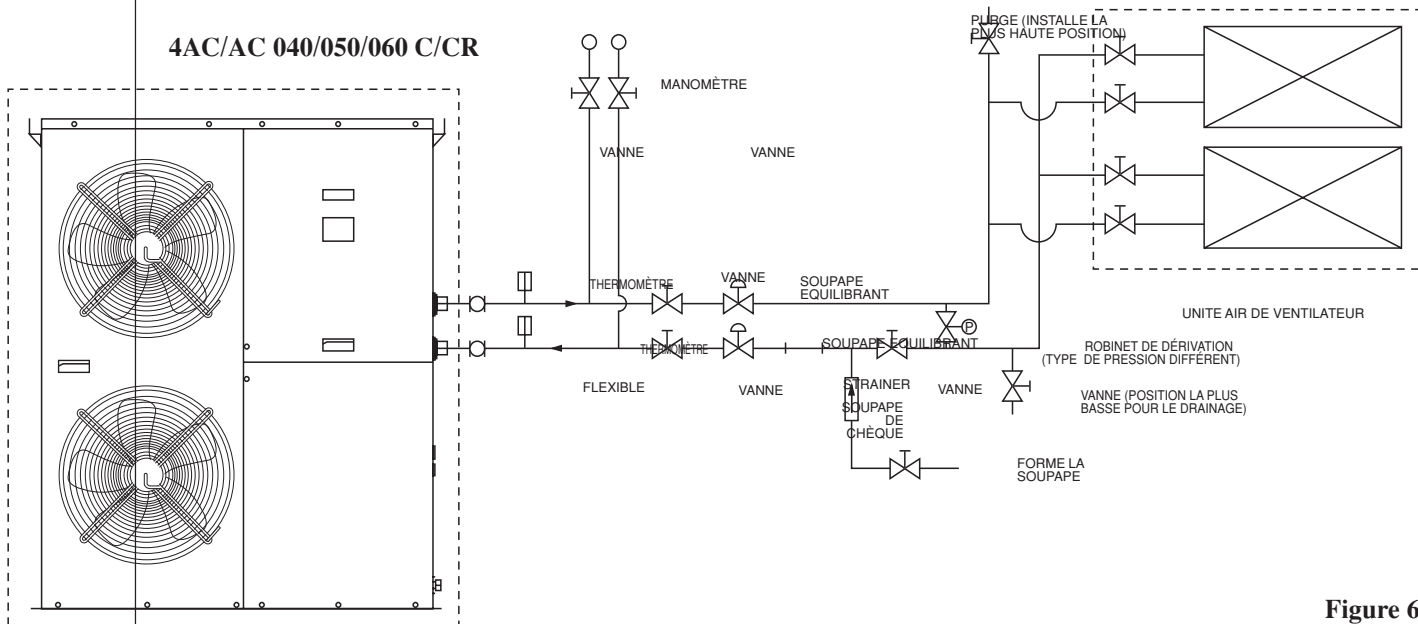

Figure 6
- Il est recommandé aux utilisateurs de mettre en place les tuyaux et les accessoires comme indiqué dans la Figure 6.